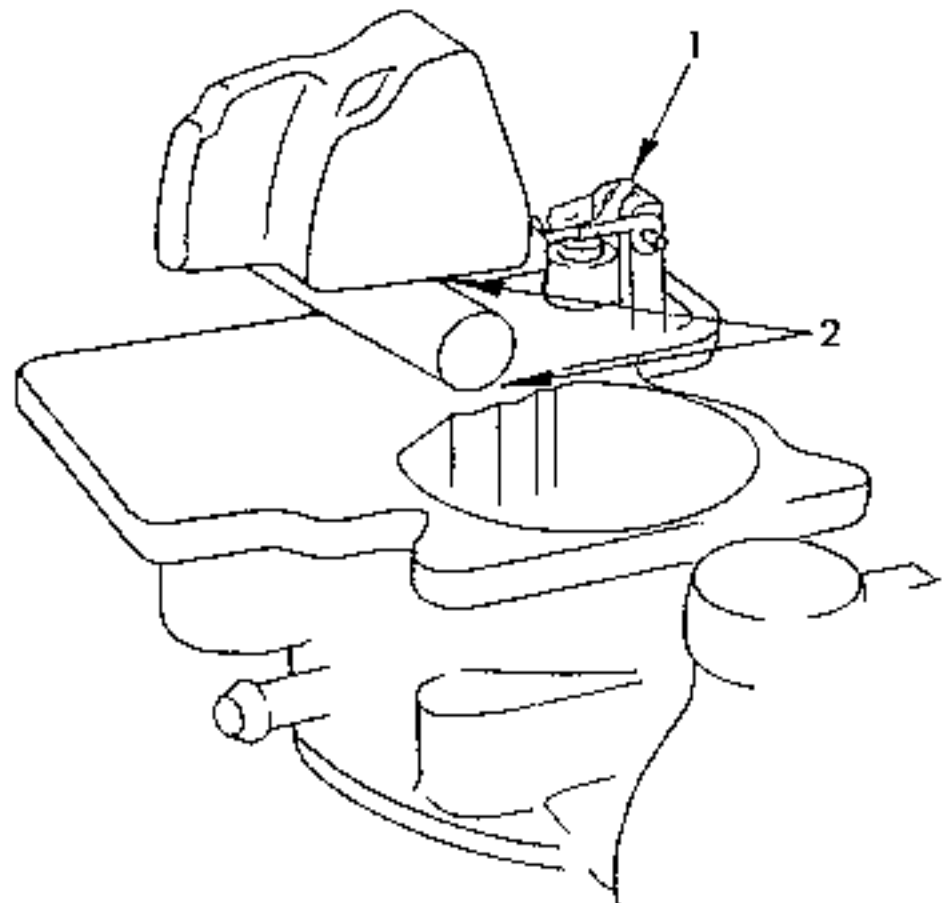

Bild 43 Einzelheiten zum Einstellen des Schwimmerstandes beim YF-Vergaser. Spiralbohrer an Stelle (2) einschieben. Zur Verstellung Hebel (1) verbiegen.
Der Vergaserdeckel muss zur Kontrolle des Schwimmerstandes ausgebaut sein. Den Deckel wie in Bild 43 gezeigt halten und einen Spiralbohrerschaft der angegebenen Grösse (Mass- und Einstelltabelle) zwischen den Schwimmer und die Deckelfläche einlegen. Prüfung in Höhe der Augen durchführen, um genau festzustellen, ob die mit den Pfeilen (2) gezeigten Berührungsstellen aufliegen. Falls erforderlich, den Hebel (1) verbiegen, bis die Stellung stimmt.